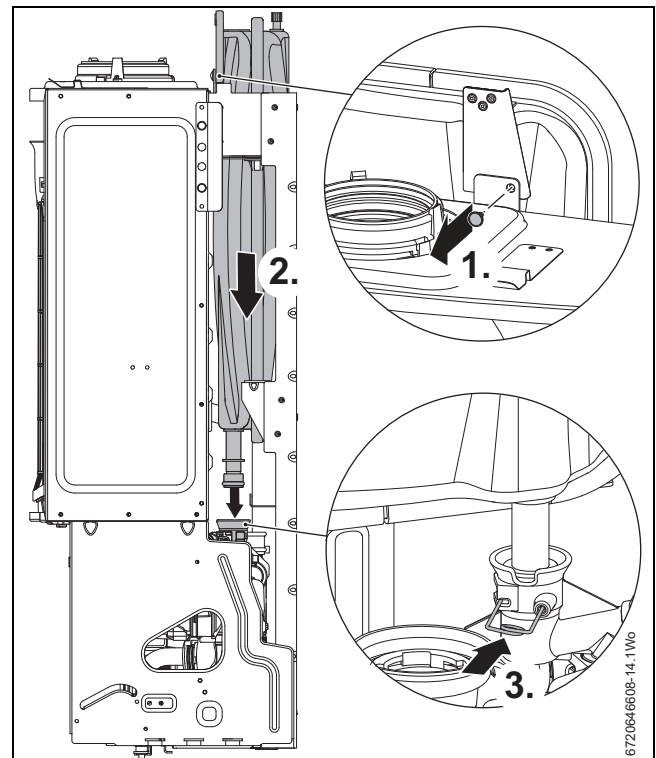

Fig. 46 Conexión de vaso del expansión
2. Asegurar que el clip de fijación en el grupo hidráulico esté completamente deslizado pero no quitado antes de colocar el tubo del vaso de expansión en el grupo hidráulico, véase fig. 46.